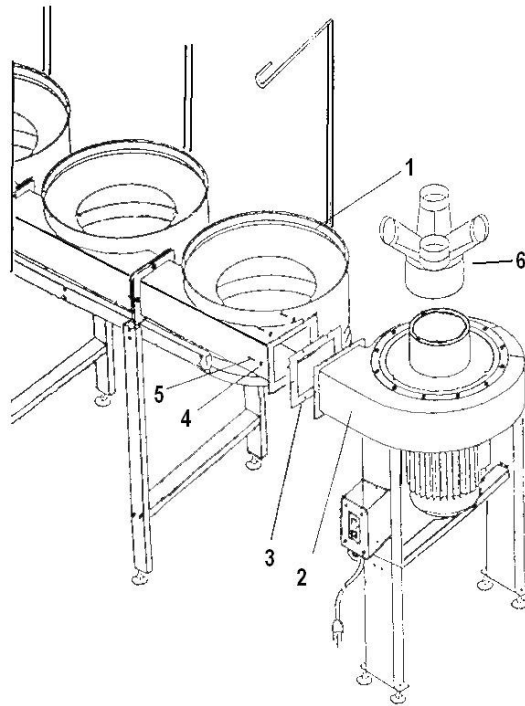

Fig. 6
6. Assemblez l'ensemble de séparateurs bien ajusté avec l'ensemble de boîtier de turbine bien ajusté à l'aide du boulon hexagonal M8X16 et de la rondelle. Assurez-vous que le joint (3) est en position correcte avant de fixer ces deux pièces. Placez l'entrée (6) sur le couvercle d'entrée. Voir la figure 6.